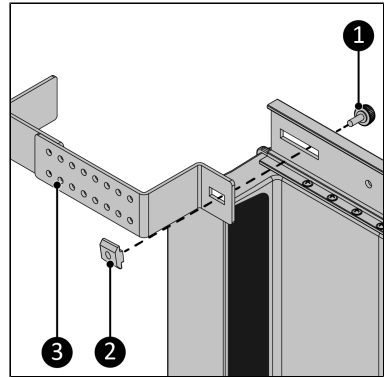

Abbildung 141.
7. Schrauben Sie die Halterung (Abbildung 141, Pos. 3) mit der Knopfschraube (Abbildung 141, Pos. 1) an der Hauptschiene in der vorderen Position fest. Stellen Sie sicher, dass Sie die Knopfschraube mit der Gleitmutter verbinden (Abbildung 141, Pos. 2).